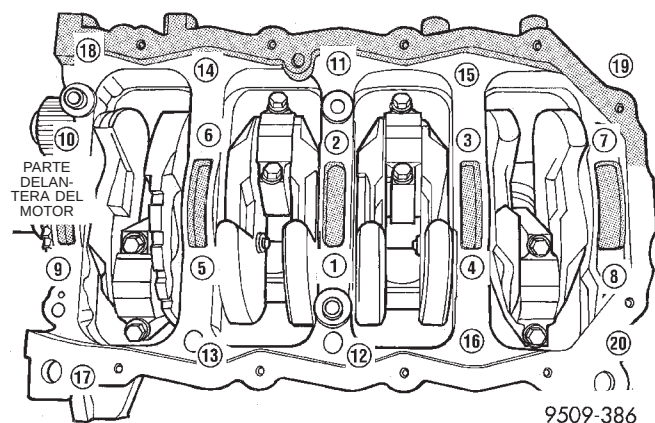

Fig. 84 Secuencia de ajuste de las tapas del cojinete principal/bancada
(8) Para asegurar una alineación correcta del cojinete de empuje siga los pasos siguientes:
- Paso 5: Instale y apriete los pernos (1–10) en la secuencia que se muestra en la (Fig. 84) con una torsión de 41 N·m (30 lbs. pie).
(9) Apriete los pernos (1–10) de nuevo con una torsión de 41 N·m (30 lbs. pie) y gírelos luego en secuencia +1/4 de vuelta tal como se muestra en la (Fig. 84).
(10) Instale los pernos de fijación de la bancada del cojinete principal al bloque del motor (11–20) y ajuste cada perno con una torsión de 28 N·m (20 lbs. pie) en la secuencia mostrada en la (Fig. 84).
(11) Después de instalar la bancada del cojinete principal, compruebe el esfuerzo de rotación del cigüeñal. El esfuerzo de rotación no debe exceder 5,6 N·m (50 lbs. pulg.).
(12) Instale el conjunto del eje regulador.
(13) Instale la bomba de aceite, la correa de distribución y las tapas.
(14) Instale el colector de aceite y el filtro de aceite.
(15) Instale la junta de aceite trasera del cigüeñal. Consulte el procedimiento en esta sección.
(16) Instale la placa de mando. Aplique adhesivo de cierre y junta de Mopar®, Mopar® Lock & Seal Adhesive, a las roscas del perno y apriete con una torsión de 95 N·m (70 lbs. pie).
(17) Fije el transeje al motor. Apriete los pernos de fijación con una torsión de 101 N·m (75 lbs. pie).
(18) Instale el conjunto del motor.